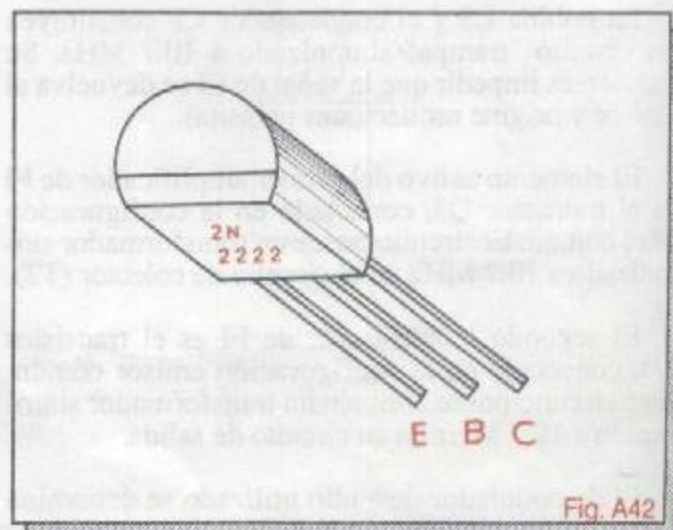

Fig. A42
**Nota:** El transistor Q3, C1390 se puede reemplazar por el 2N2222 que tiene la siguiente configuración en sus terminales (figura A42).
**Paso 1:** Tome el transistor Q3 y separe ligeramente sus terminales, fijándose en la figura A42. Si el transistor es 2N2222, suelde sus terminales así: la base (B) en la puntilla E4, el emisor (E) en la puntilla E8 y el colector (C) en la puntilla E7.